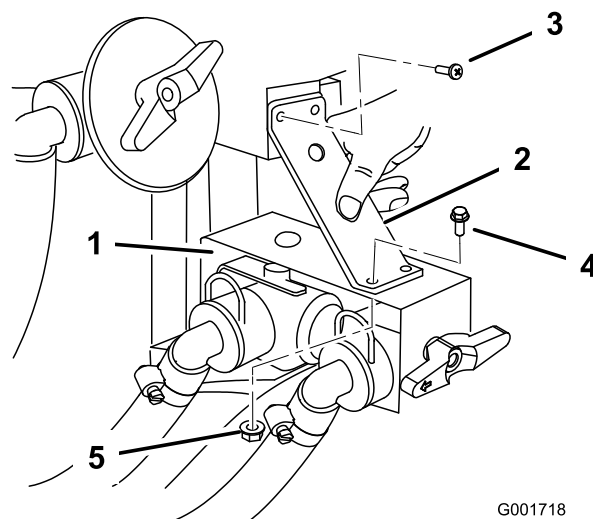

Figure 12
9. Posez le support par dessus le support du distributeur de commande. Utilisez les des deux vis existantes qui fixent le raccord en T supérieur pour fixer la partie supérieure du support (Figure 12). Fixez la partie